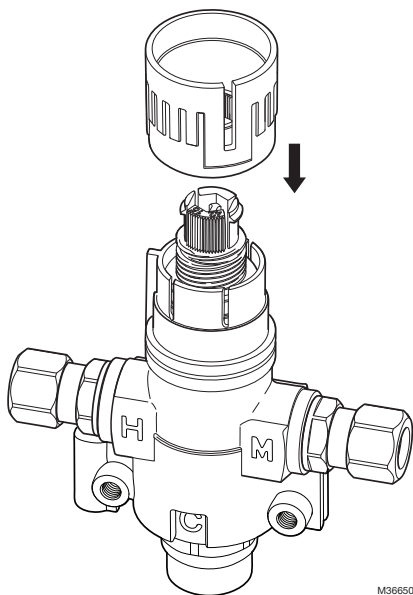

Fig. 4. Placez le volant sur la tige de réglage.
3. Insérez le capuchon à l'envers sur le volant, puis réglez la température de sortie d'eau en plaçant un thermomètre à la sortie du robinet. Tournez le volant de réglage vers la droite pour abaisser la température, ou vers la gauche pour l'augmenter. Voir les Fig. 4 et 5.